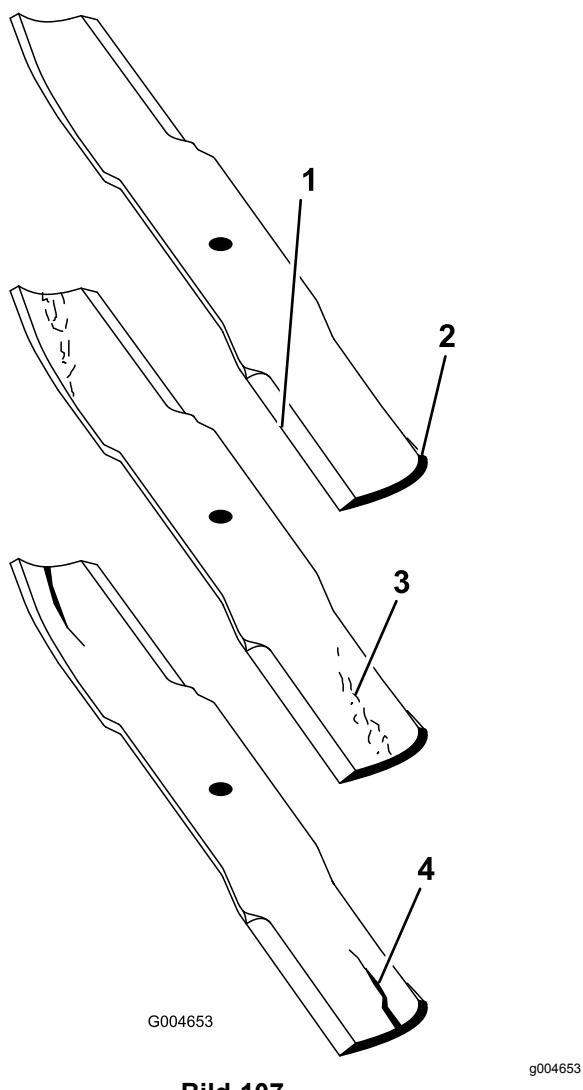

Bild 107
- Prüfen Sie die Schnittkanten des Messers sorgfältig, insbesondere dort, wo die geraden Flächen die gebogenen berühren (Bild 107).
flachen mit den gebogenen Teilen verbindet, müssen Sie das Messer vor jedem Einsatz des Rasenmähers prüfen. Wenn Sie Abnutzungen (Bild 107) feststellen, sollten Sie das Messer auswechseln.